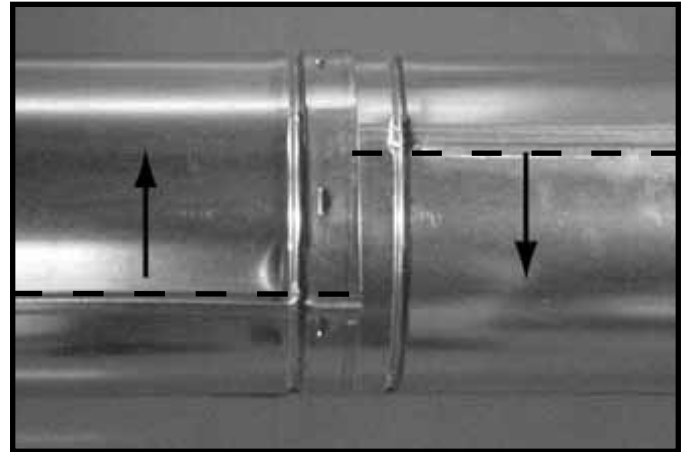

Figure 10.9 Tourner les joints pour les désassembler
- Tourner l'une des sections (voir la Figure 10.9) de façon à ce que les joints des deux sections soient alignés (voir la Figure 10.10).